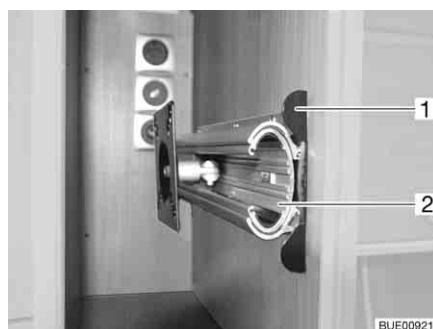

Fig. 55 Supporto nel mobiletto porta TV
- Premere verso l'interno il listello di sblocco (Fig. 55,1).
- Estrarre interamente la base estraibile (Fig. 55,2).
- Inserire la base estraibile Fig. 55,2), finché il listello di sblocco (Fig. 55,1) non si arresta a scatto.